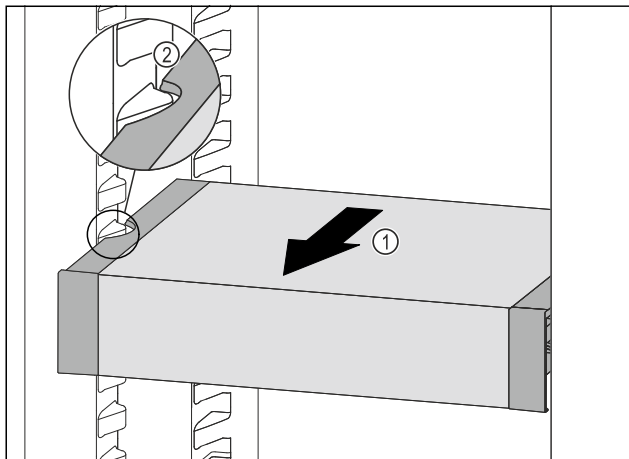

Fig. 142
- ▶ Trageți în față VarioSafe Fig. 142 (1), până când degajările laterale ale VarioSafe se află la înălțimea nervurii recipientului din frigider. Fig. 142 (2)